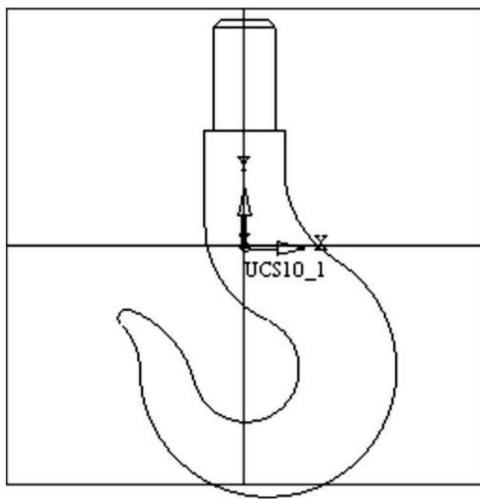

图 1-5 退出草图
(4)点选“草图”工具条的“退出草图”命令按钮,完成如图 1-5 所示的吊钩绘制。